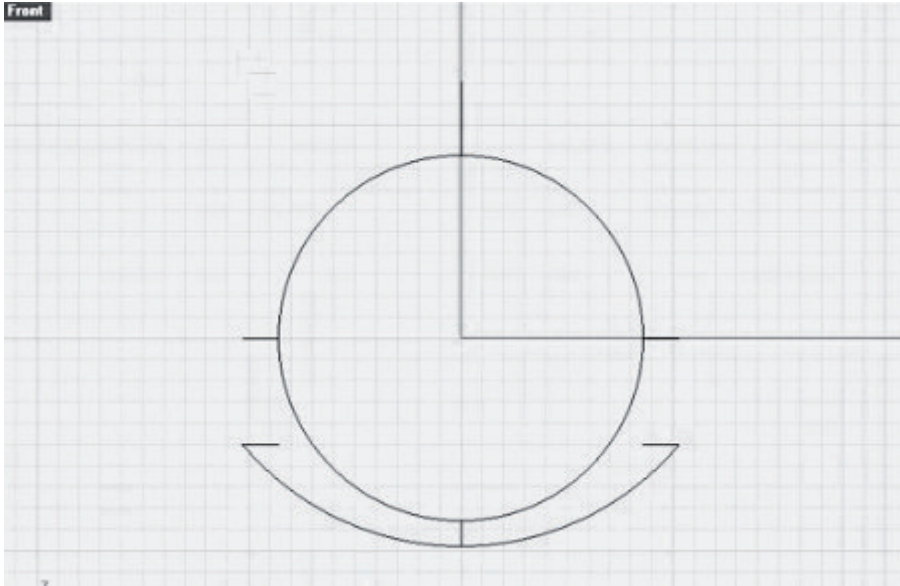

Рис. 68. Полученная арка
3. Выбираем Arcs и строим дугу по трем отрезкам, как показано на *рис. 68*.